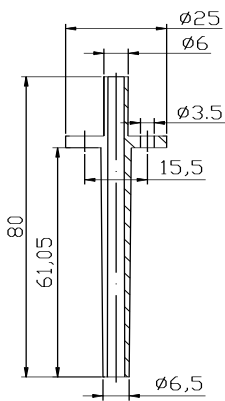
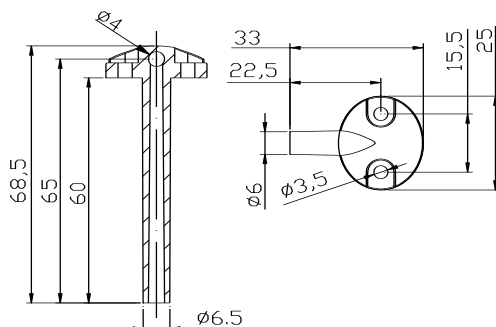

图 5：连接件 1003
图 6：连接件 1009
1. 先安装连接附件，如图 5 或图 6。每个附件用 2 枚螺丝固定安装在现场引压处，较长端(约 60mm)插入引压处。要注意插入后需要将开孔缝隙重新密封，以免系统漏气。